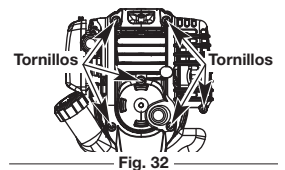

Fig. 32
- Quite los dos (6) Tornillos de encima de la tapa del motor con un destornillador de pala o Torx® #25 (Fig. 32).
- Saque la cubierta del motor (Fig. 32).